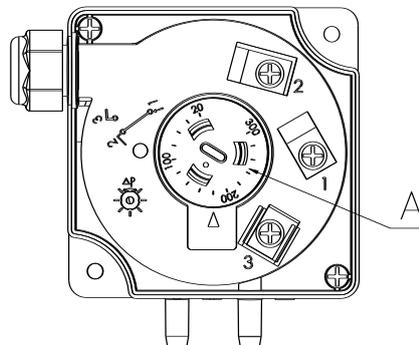

图 5
1. 开关示意图如图 5 所示。打开上盖即可看到。
- 需要的压力/压差可通过设定旋钮上的刻度盘(图 5 中 A)获得。仅需要用一字螺丝刀旋转刻度盘到指针所示位置即可。